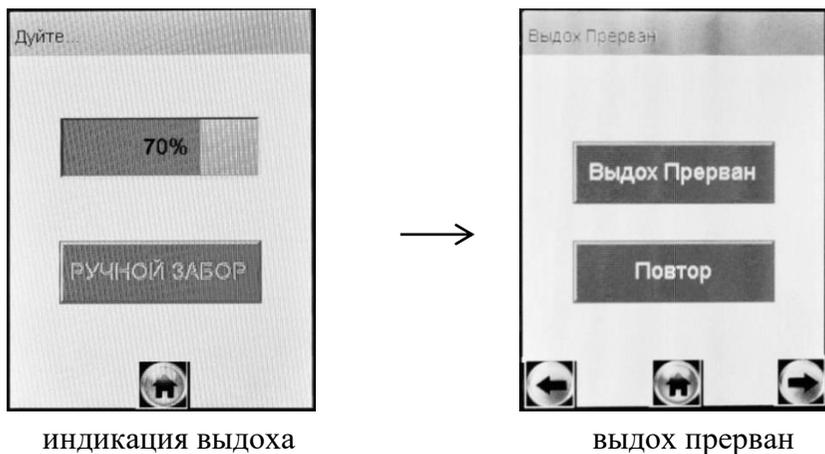
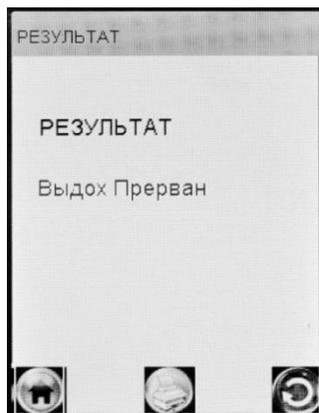

Рисунок 18 – Срыв дыхательной пробы
Рисунок 19 – Результат «Выдох Прерван»
2.7.20 Если при выполнении 2.7.11 настоящего РЭ проба выдыхаемого воздуха не будет соответствовать требуемым параметрам по расходу или объему (указанным в 1.2.6 настоящего РЭ), т.е. в случае прерывания выдоха, на экране отобразится окно «**Выдох Прерван**» (рисунок 18, справа).
Для этого при отображении на экране окна «**Выдох Прерван**» (рисунок 18, справа) нажмите виртуальную кнопку «**Выдох Прерван**» – на экране появится соответствующее сообщение (рисунок 19).